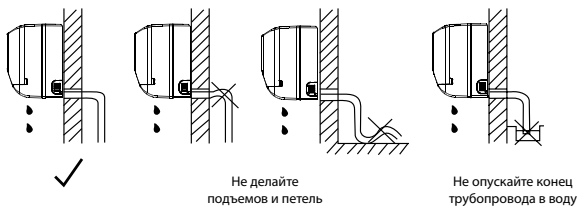

Рис. 7
2. При необходимости удлинения дренажной трубы надежно закрепите и надежно изолируйте место соединения, не допускайте смещения трубы (Рис. 7).